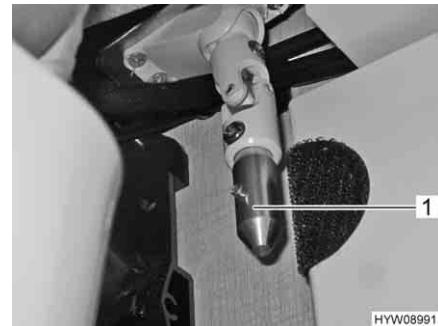

Fig. 61 Perno per manovella
- Inserire la manovella fornita nel perno (Fig. 61,1).